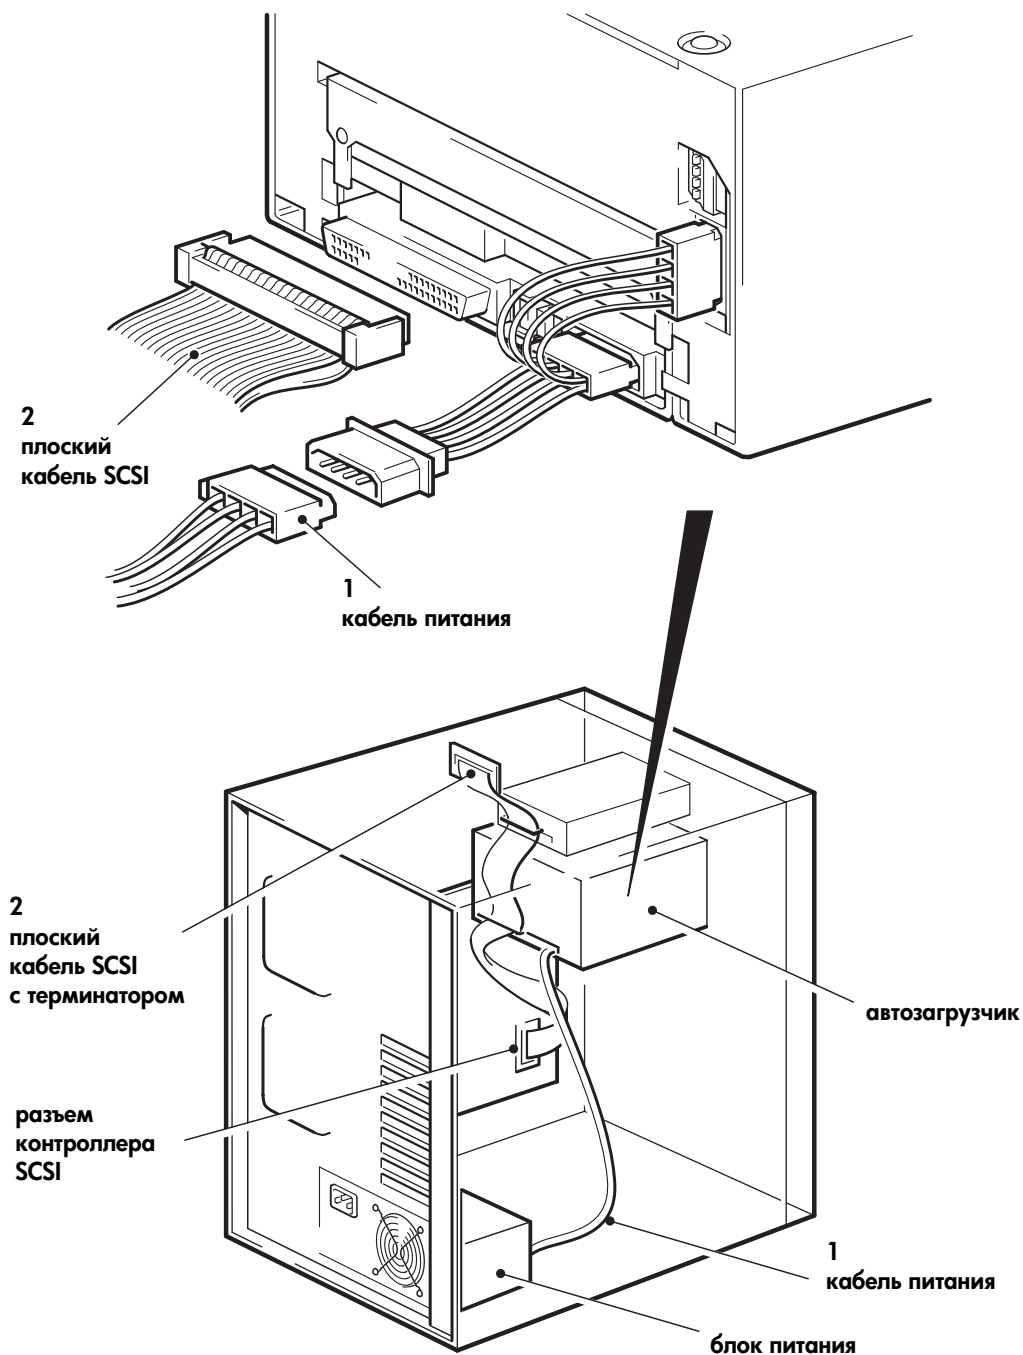

Рис. 9. Подключение кабеля питания и SCSI-кабеля
- 1 Подключите свободный кабель от внутреннего блока питания сервера к штыревому разъему Y-образного кабеля (см. Рис. 9, п. 1).
- 2 Подключите свободный разъем плоского SCSI-кабеля сервера (или главного адаптера) к SCSI-разъему автозагрузчика (см. Рис. 9, п. 2).
Если главный адаптер является первым устройством на шине, необходимо проверить, подключен ли терминатор к последнему устройству (см. Рис. 9, п. 2).